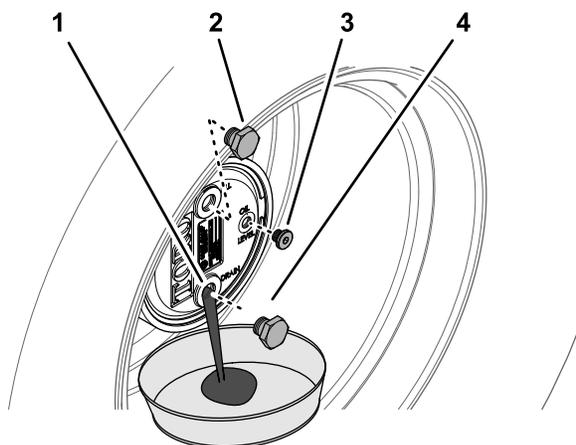

Figura 67
- Retire o tampão de enchimento da posição das 12 horas e o tampão de verificação da posição das 3 horas (Figura 67).
- Coloque o recipiente de escoamento por baixo do cubo da roda, retire o tampão de drenagem e deixe o óleo escorrer até drenar completamente (Figura 67).
- Instale o tampão de drenagem no orifício de drenagem da caixa da engrenagem planetária (Figura 67).